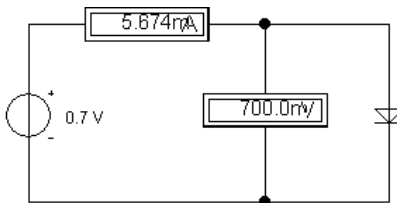

Рис. 18. Пример схемы измерения ВАХ нелинейного элемента
2. Для снятия ВАХ нелинейного элемента смоделировать схему, представленную на рис. 18, при разных значениях питающего напряжения – от 0 до 0,7 В.